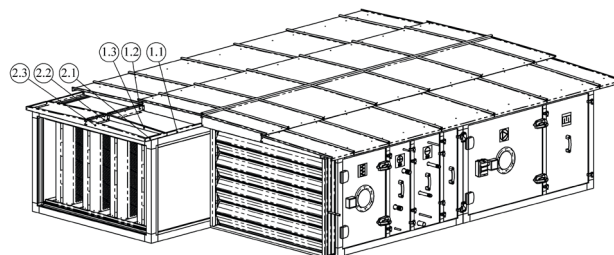

Abb. 7.6
7. Nach der Montage der nebeneinander angeordneten Dachsegmente befestigen Sie die Standarddachträger gemäß den Abschnitten 1, 2 und 3 von Kapitel 5, wie in Abbildung 7.6 dargestellt.